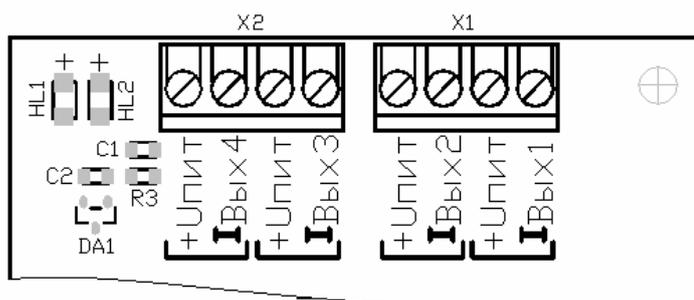

Рисунок 7.1. Контакты подключения токовых выходов на ПТВ.
- подключите кабели входов внешних устройств к токовым выходам на клеммных блоках **X1** и **X2** платы ПТВ (см. Рисунок 7.1);